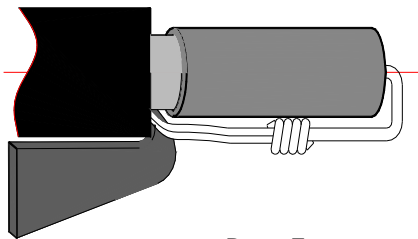

Рис. 5
1.10 Скрутить между собой второй вывод резистора и дренажные проводники внутреннего экрана кабеля, прижать их к трубке вдоль оси резистора (Рис.5). Излишки проводников отрезать.